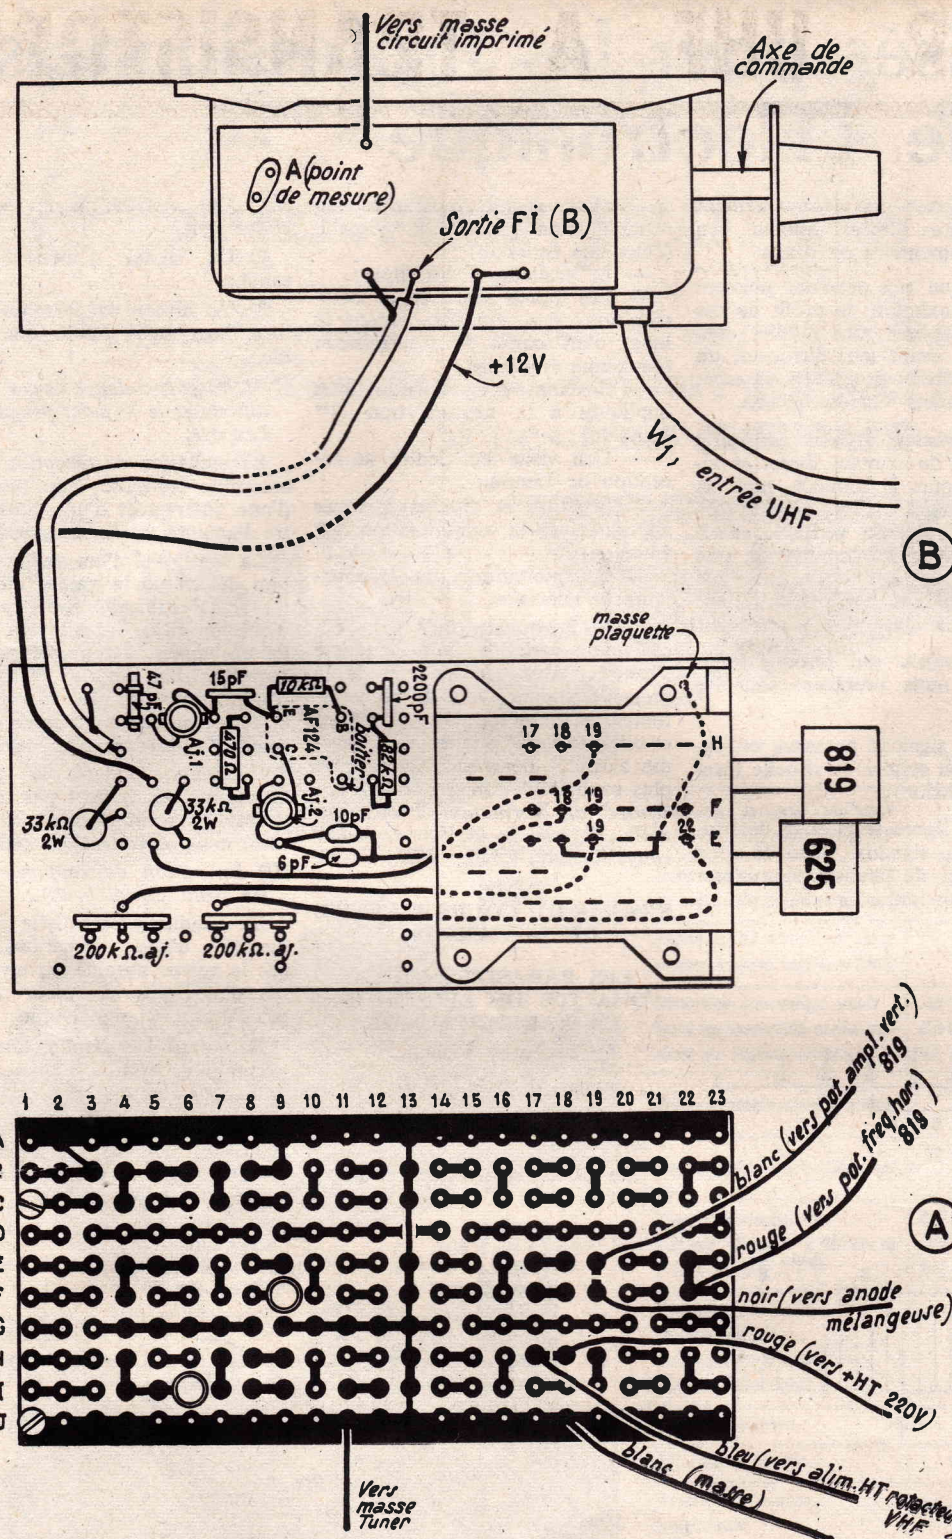

Fig. 3
On fixera ensuite le tuner sur le châssis-équerre métallique lui servant de support. Cette fixation s'effectue à l'aide de trois vis. On procède ensuite au câblage de l'amplificateur F.I. lui-même. Pour cela un circuit imprimé universel est fourni (fig. 3 a). Effectuer tout d'abord le câblage du contacteur à poussoir. Sur la figure 3 b, représentant la partie supérieure de la plaquette à circuit imprimé, le contacteur est fixé par la partie inférieure de certaines de ses cosses, que l'on voit par transparence, au circuit imprimé. Ces cosses sont repérées par des chiffres et des lettres, indiquant les coordon-
nées de fixation par rapport à la partie cuivrée du circuit imprimé (fig. 3 a). Les cosses du contacteur ne portant aucune mention particulière ne sont pas à souder au circuit imprimé. Elles resteront libres ou seront reliées, comme indiqué par les liaisons en pointillées, à d'autres éléments sur la plaquette. Lorsque le contacteur aura été câblé et fixé, procéder au câblage des autres éléments de la plaquette. Les bobinages sont fournis prêts à l'emploi sur le circuit même. On effectuera ensuite les liaisons indiquées à la figure 3 a sur la partie cuivrée du circuit universel. Lorsque le câblage de la
— Mettre la sortie F.I. (B) à la masse (fig. 3).